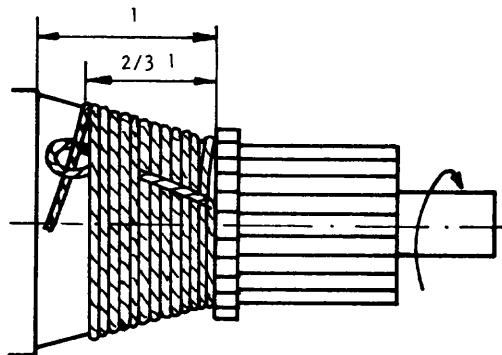

Fig.5
- a Continúe arrollando sobre el bucle hasta cubrir aproximadamente $\frac{2}{3}$ de la distancia entre el colector y el núcleo (fig.5).